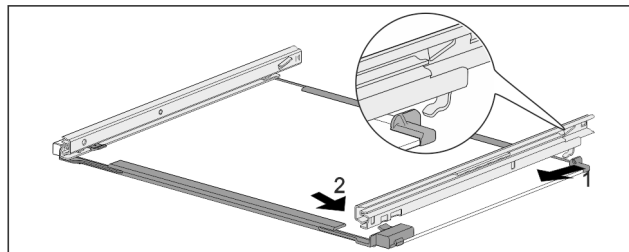

Fig. 175 Glashylla med skenor
- ▶ Haka fast skena baktill. Fig. 175 (1)
- ▶ Haka fast skena framtill. Fig. 175 (2)